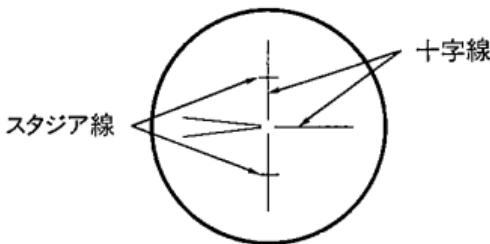

図 5.6
- 1) 標尺を視準して、スタジア線に挟まれた長さ ℓ (cm) を測定します。（図 5.6）